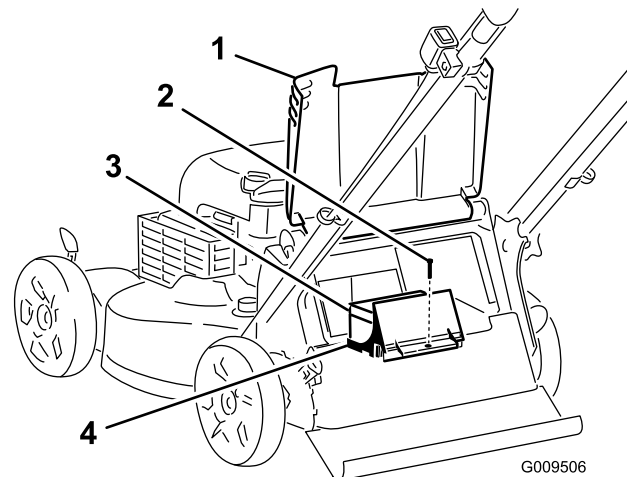
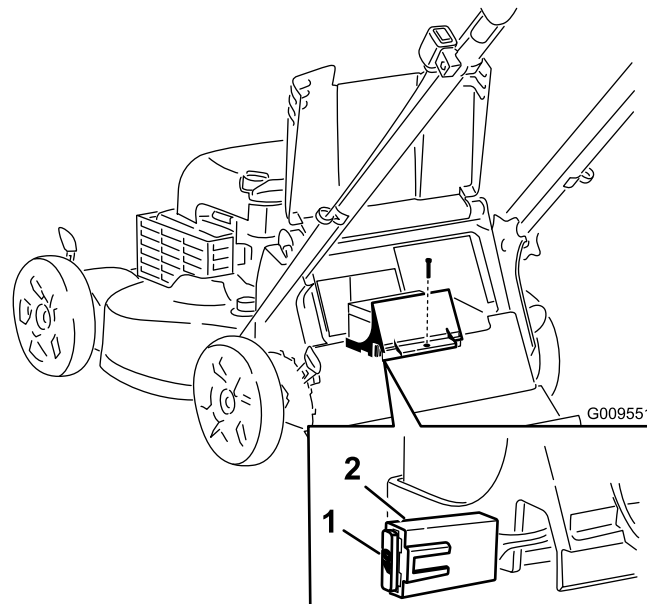

Рисунок 5
Рисунок 6
1. Поднимите задний отражатель и найдите аккумуляторный отсек (Рисунок 5).
2. Снимите крепежный винт аккумуляторного отсека, выньте аккумулятор и найдите предохранитель (Рисунок 5 и Рисунок 6).
3. Вставьте предохранитель в держатель предохранителя (Рисунок 6).